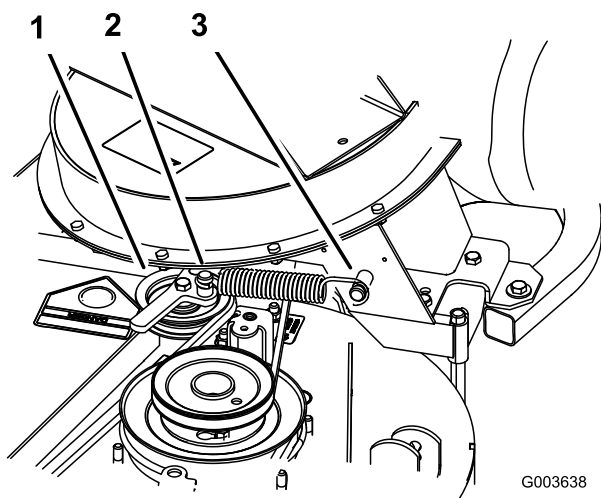

Figure 34
6. Installez le ressort comme montré à la Figure 34.